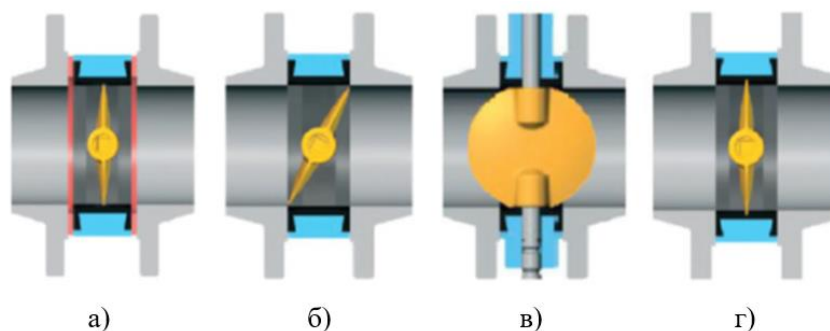

Рисунок 5.97. Процедура установки затвора
- Не допускается применение дополнительных прокладок и любых герметизирующих материалов (герметиков) между затвором и распределительной плитой, между затвором и фланцем, рис. 5.97 а).
- Диск должен быть приоткрыт, не выходя за корпус затвора, рис. 5.97 б).
- ▶ Выполнить пробное открытие-закрытие затвора рис. 5.97 в).
В случае монтажа затвора с диском в закрытом положении, седловое уплотнение затвора (манжета) деформируется, и дальнейшее открытие диска будет затруднительным или невозможным, рис. 5.97 г).